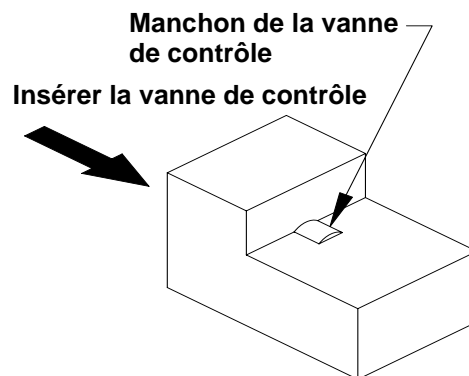

FIG. 24: Bloc de démontage du manchon
- Déposer le manchon de la vanne de contrôle endommagée. Retirer la bille et le ressort. Insérer la vanne de contrôle dans le bloc de démontage du manchon de la vanne de contrôle (FIG. 24). Alors que le bloc est maintenu, maintenir la pression sur la tête de la vanne de contrôle, couper le manchon de la vanne de contrôle avec une lame coupante à un angle de 10-15 degrés par rapport au plan du bloc de démontage. Retirer la vanne de contrôle du bloc et détacher le manchon. Si la vanne de contrôle reste dans le support de pistolet après la dépose de la vanne de contrôle, utiliser l'outil d'extraction pour retirer le manchon. Insérer l'extrémité filetée de l'outil dans l'orifice de nettoyage et tourner plusieurs fois dans le sens des aiguilles d'une montre tout en appuyant sur l'outil dans le support de pistolet. Retirer l'outil du support de pistolet ; le manchon doit coulisser avec l'outil.